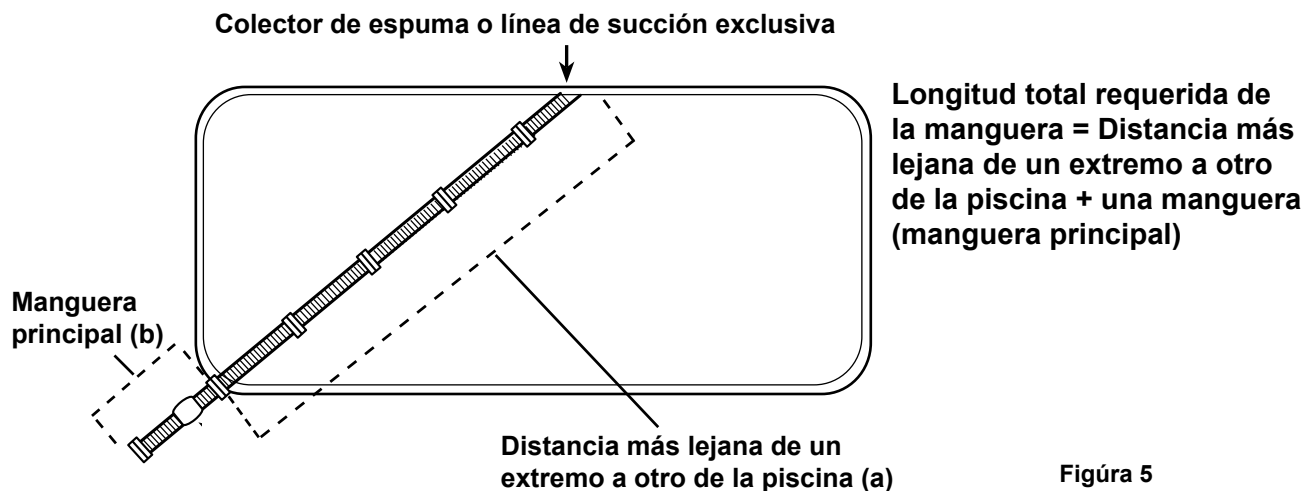

Figura 5
1. Mida bien la manguera para que alcance el punto más lejano de la piscina desde el colector de espuma o la línea de succión exclusiva. Retire las secciones adicionales de la manguera, según sea necesario (ver (a), Figura 5).
2. Después de determinar la longitud de la piscina, conecte la manguera principal al extremo donde se conectará el cabezal del limpiador. Ver (b) Figura 5.